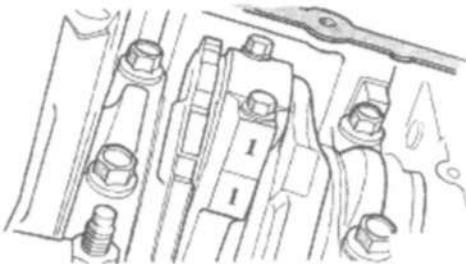

Рис. 41 Идентификация шатуна по цилиндру.
- (1) Снять двигатель в сборе с автомобиля (см. п.9. ДВИГАТЕЛЬ-СНЯТИЕ)
- (2) Снять изгибающийся диск и заднее масляное уплотнение коленвала.
- (3) Установить двигатель на стенд.
- (4) Слить масло и снять масляный фильтр.
- (5) Снять масляный поддон (см. п.9. ДВИГАТЕЛЬ /СМАЗКА/ МАСЛЯНЫЙ ПОДДОН-СНЯТИЕ)
- (6) Снять крышки ремня привода ГРМ (см. п. 9 ДВИГАТЕЛЬ/ ФАЗЫ ГАЗОРАСПРЕДЕЛЕНИЯ/РЕМЕНЬ ПРИВОДА ГРМ/ КРЫШКА(И) ЦЕПИ-СНЯТИЕ)
- (7) Снять ремень ГРМ (см. п. 9 ДВИГАТЕЛЬ/ФАЗЫ ГАЗОРАСПРЕДЕЛЕНИЯ/РЕМЕНЬ ПРИВОДА ГРМ/ЦЕПЬ И ЗВЕЗДОЧКИ –СНЯТИЕ)
- (8) Снять масляный насос (см.п.9-ДВИГАТЕЛЬ/СМАЗКА/ МАСЛЯНЫЙ НАСОС-СНЯТИЕ)
- (9) Снять оси балансиров и кожух в сборе (см.п.9-ДВИГАТЕЛЬ/ ФАЗЫ ГАЗОРАСПРЕДЕЛЕНИЯ/ ОСЬ БАЛАНСИРА-СНЯТИЕ)
- (10) При помощи несмываемых чернил или маркера пометить номер цилиндра на каждой крышке шатуна (Рис.41).